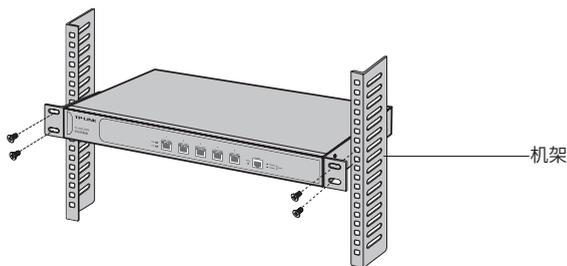

图2-3 机架安装示意图
4. 用螺钉将L型支架固定在机架两端固定的导槽上，确保无线控制器稳定、水平地安装在机架上，如图2-3所示。